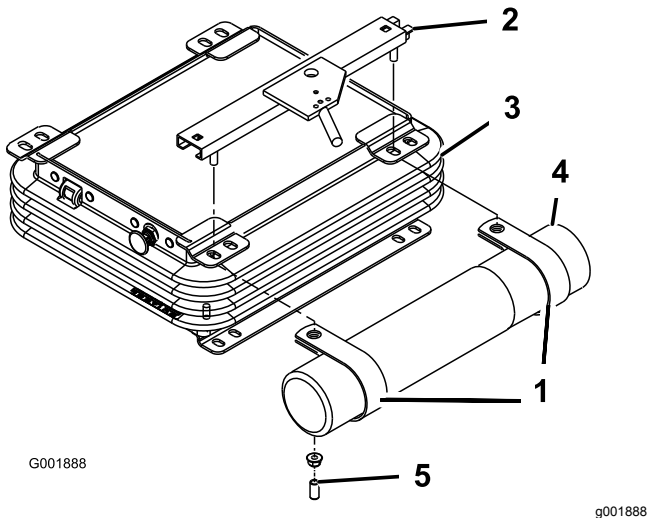

Figure 7
2. Retirez les 2 écrous et capuchons en vinyle (le cas échéant) qui fixent le support de siège supérieur au côté gauche de la suspension du siège (Figure 7).
3. Fixez légèrement les colliers en R sur les goujons du support de siège à l'aide des 2 écrous retirés précédemment (Figure 7).
4. Placez le tube de rangement du manuel dans les colliers en R et serrez les écrous (Figure 7).